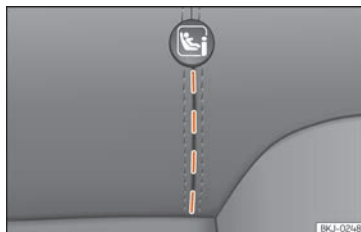

Fig. 36 Asiento trasero: ranuras troqueladas.
- Proceda previamente a la apertura manual del troquelado situado detrás de las ranuras marcadas para tener acceso a las argollas de sujeción »» **fig. 36**.